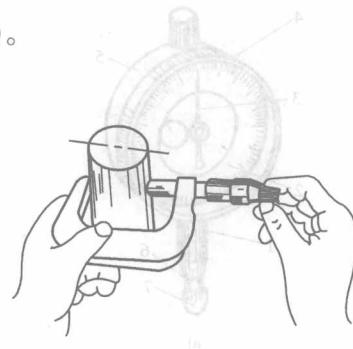

图 1-1-20 测量螺杆轴线通过工件中心
- ①粗糙表面不许测量。
- ②测量结束,反向转动活动套筒,千分尺退出。
- ③测量外径时,测量螺杆轴线通过工件中心(见图1-1-20)。